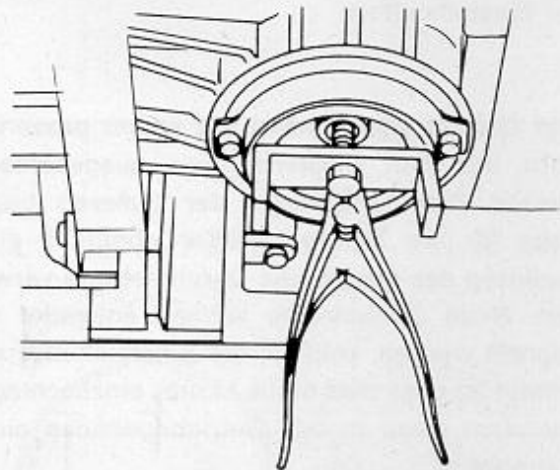

Bild 79
- Flansche wieder auf die Differentialwellen montieren. Zwei Abstandsringe (einer auf jeder Welle) müssen vorher eingelegt werden. Falls nach Aufsetzen der Flansche Seitenspiel festgestellt werden kann, müssen die Abstandsringe erneuert werden. Die Flansche müssen fest auf die Wellen gedrückt werden, so daß man den Sprengring einsetzen kann. Um das Differential dazu herauszuziehen, kann man eine Metallbrücke an der Differentialwelle anschrauben, ähnlich wie es in Bild 79 gezeigt ist. Die Schraube in der Mitte festziehen, so daß die Welle nach oben kommt und danach den Sprengring einschnappen.